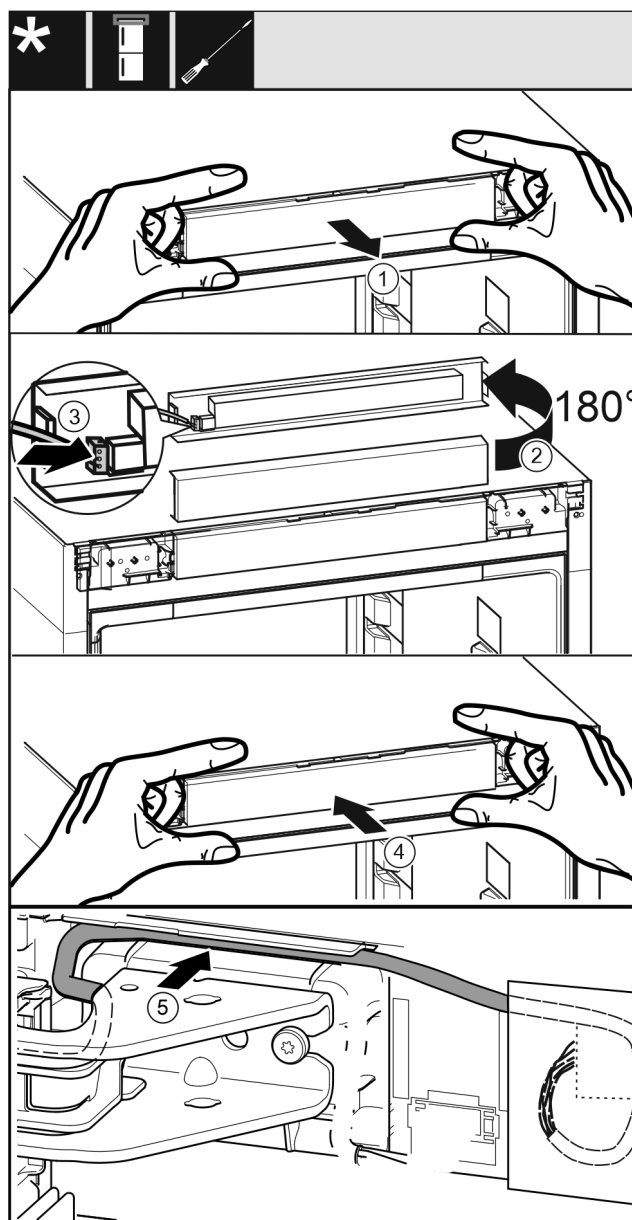

Fig. 39
- Nxirni jashtë me kujdes panelin mbulues të komandimit Fig. 39 (1).
- Rrotulloni panelin mbulues të komandimit Fig. 39 (2) me 180° për lart.
- Mbërtheni spinën Fig. 39 (3) në panelin mbulues të komandimit.
- Mbërtheni sërish në pajisje panelin mbulues të komandimit Fig. 39 (4).
- Shtroni me kujdes kabllon Fig. 39 (5) në udhëzuesin mbi bazamentin mbështetës lart.